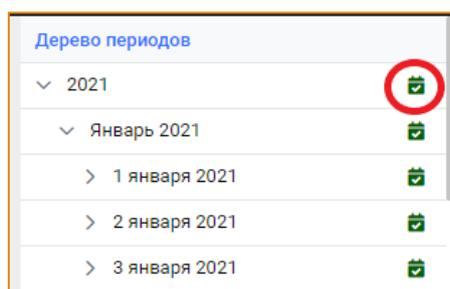

Рис. 80 – Валидный период
- **Не рассчитан (Невалидный)**. Значения показателей не были рассчитаны на данном периоде, или были рассчитаны с ошибками, или одно из значений было отредактировано ручным вводом или получено импортом из внешней системы (Рис. 80).
После успешно проведенного расчета состояние периода изменится на валидный (Рис. 80).